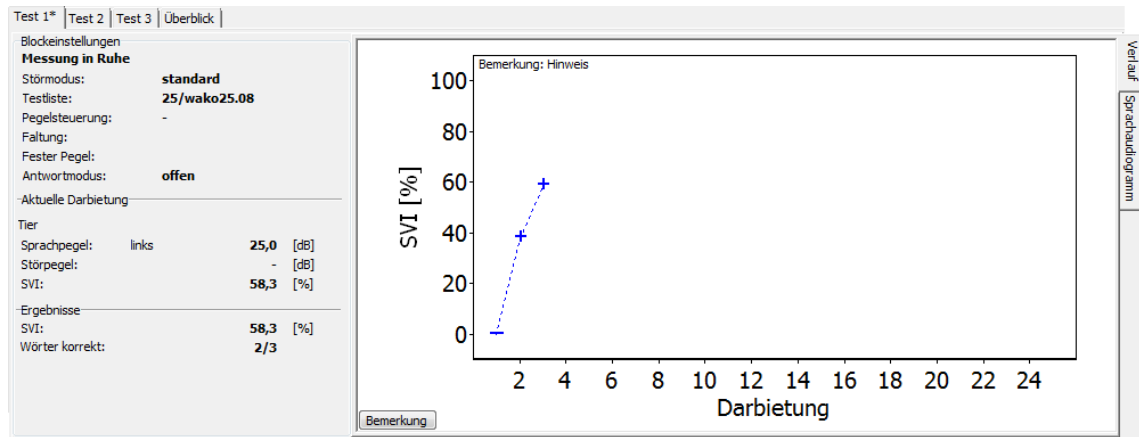
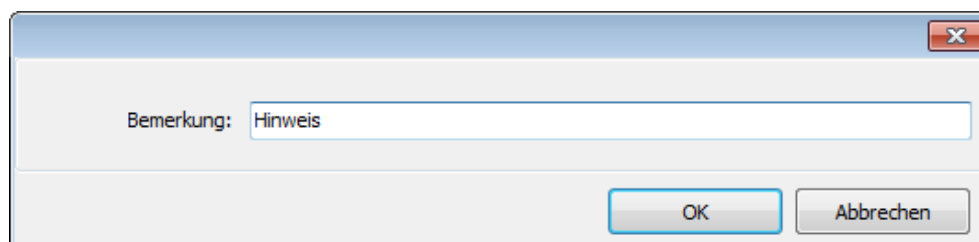

Abbildung 18: Verlaufdarstellung des mittleren Bereichs des Messdialogs
Abbildung 19: Eingabe einer Bemerkung
- **Bemerkung:** Es erscheint ein Eingabedialog (Abbildung 19). Hier können Sie eine Bemerkung zur entsprechenden Testliste eingeben, die innerhalb des jeweiligen Diagramms angezeigt wird (siehe Beispiel in Abbildung 18).
Siehe Abbildung 18. Bei dieser Darstellung wird der Verlauf eines der Messparameter (je nach Messprofil) während der Darbietungen angezeigt. Die Symbole der einzelnen Darbietungen haben dabei je nach Messprofil folgende Bedeutung:
Im zusätzlichen Blattregister „Überblick“ (siehe Abbildung 18) werden die Ergebnisse aller Testlisten innerhalb einer Messung zusammen dargestellt. Wenn Sie mehrere Testlisten innerhalb einer Messung gemessen haben, dann wird dort jeweils auch die Differenz zum Ergebnis der sog. Referenz-Testliste angezeigt (siehe auch 4.3.2).